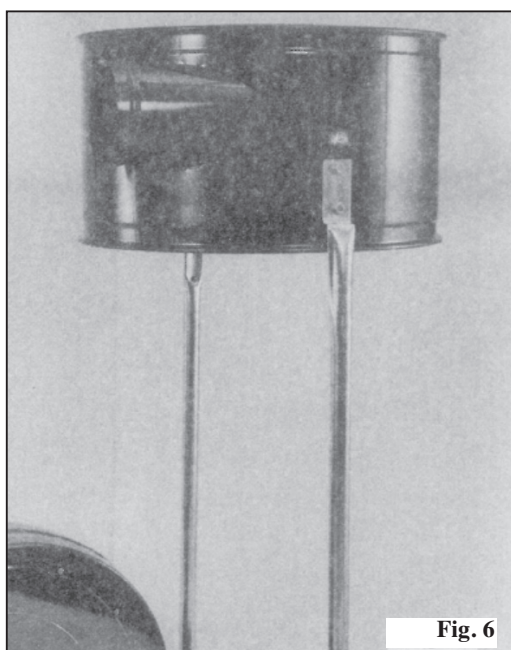

Fig. 6
Montera sedan spånuppsamlaren (C) till de två uppsamlingsstativen, se till att sidohålet är riktat mot uppsugningsenheten i enlighet med Bild 6.